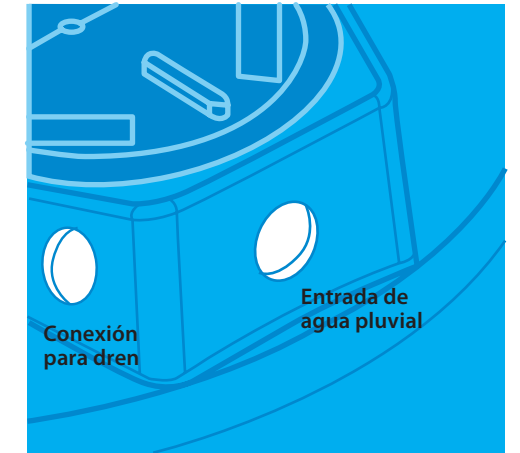

Fig. 34. Barreno de Tanque para tubo de 4".
1. Coloque el empaque de hule para tubo de 4" en los barrenos de entrada de agua y de dren en el Tanque de 10,000 L. (Ver Fig. 34).